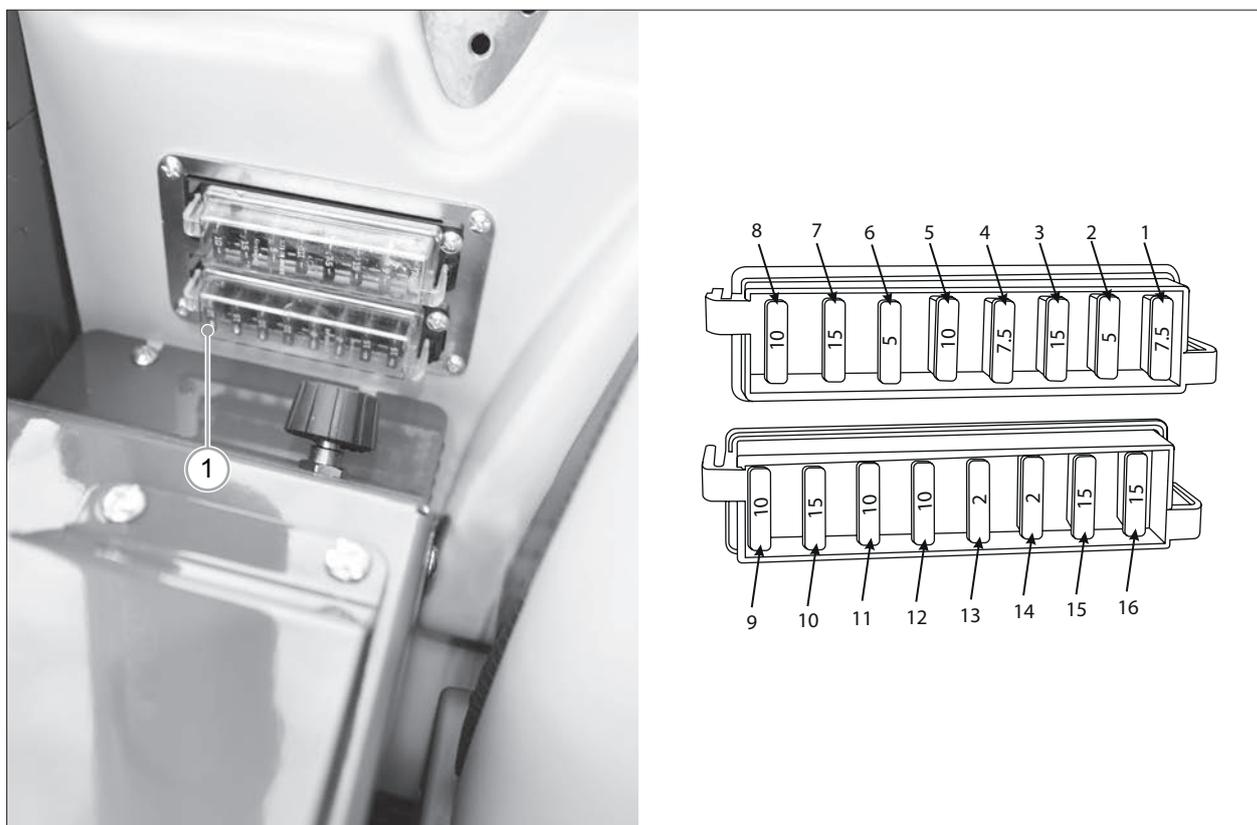

РИС. 59
- 1) Снимите крышку, расположенную с правой стороны машины (см. РИС. 59).